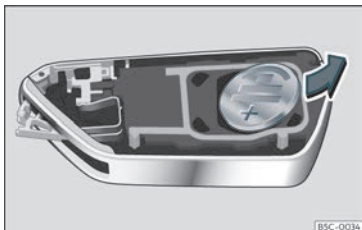

Fig. 69 Chiave del veicolo: estrarre la batteria.
- Estrarre la batteria dal vano con un oggetto fino adatto >>> fig. 69.
- Inserire la nuova batteria premendola nel vano batteria >>> ①.